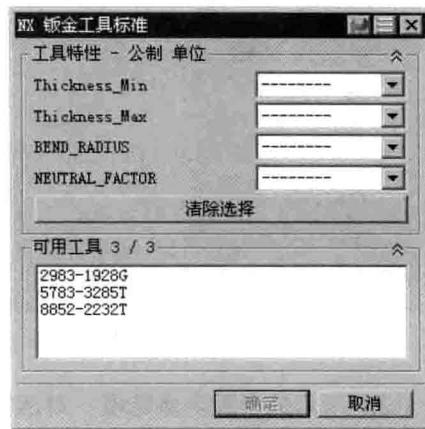

图 1.2.6 “NX 钣金工具标准”对话框
- 刀具 ID 选择** 单选项：选中该单选项时，单击右侧的**选择刀具**按钮，系统弹出图 1.2.6 所示的“NX 钣金工具标准”对话框，可在该对话框中选择钣金标准工具，以定义钣金的折弯参数。